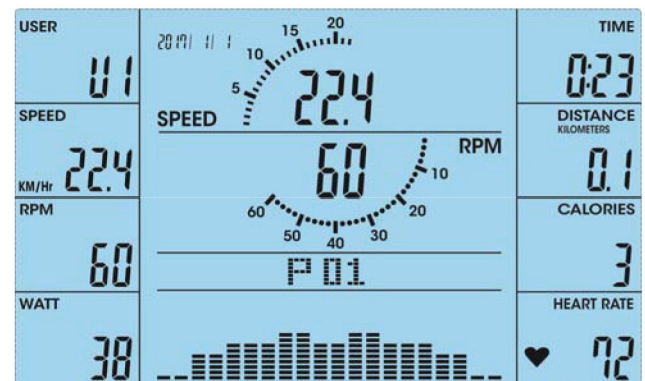

Fig. 31
2. For at starte træningen skal du trykke på START/STOP (fig. 31).